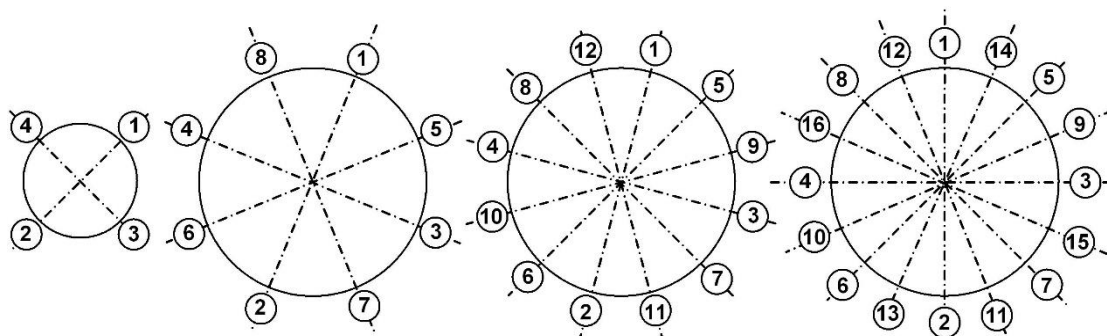

Рис.8. Очередность затяжки гаек на фланцах.
- 3.4.2.3. Собрать конструкцию, состоящую из имитатора и фланцованных подводов и отводов. Установить прокладки в ответные фланцы, привариваемые к свободным концам разрезанного трубопровода, и стянуть их болтами с фланцами подводов и отводов. Затяжка гаек должна быть равномерной, в очередности, обозначенной на рис.8.
- установить прокладки во фланец переходного патрубка и стянуть его болтами с фланцем прямолинейного участка (подводящего патрубка). Затяжка гаек должна быть равномерной, в очередности, обозначенной на рис.8;